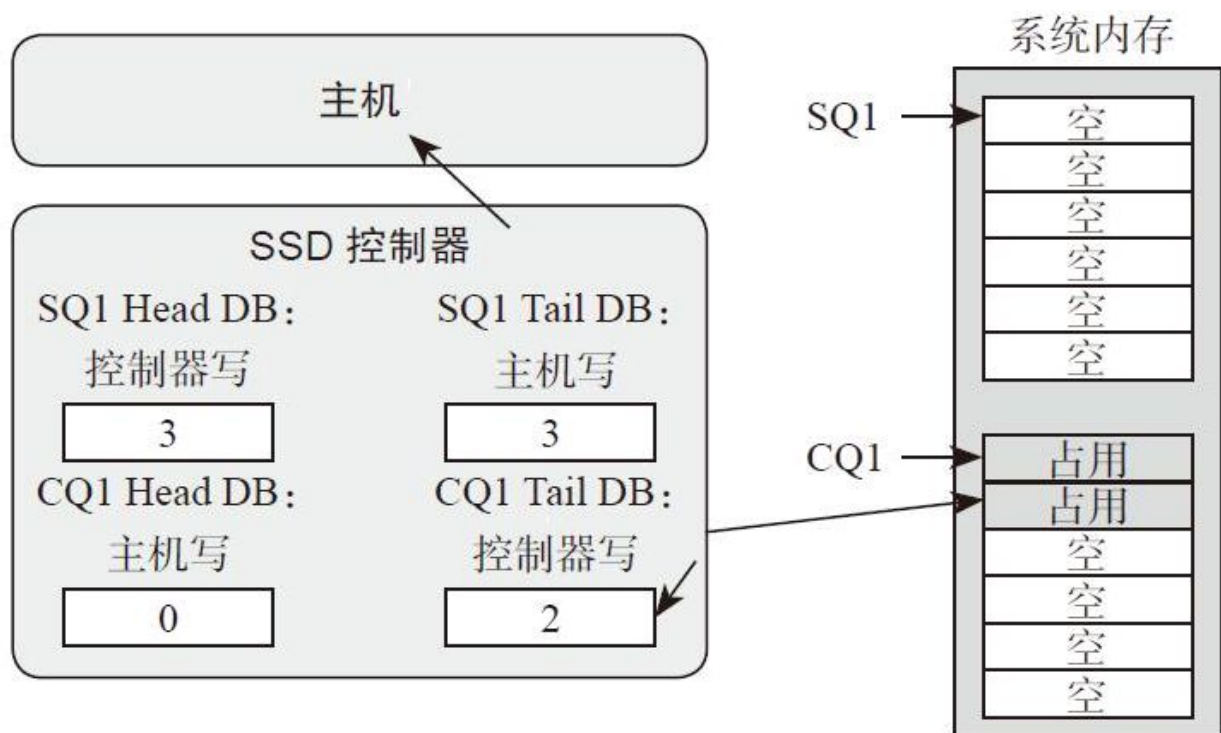

图6-17 SSD完成两个命令后写CQ
- 4) SSD执行完了两个命令，于是往CQ1中写入两个命令完成信息，更新CQ1对应的Tail DB寄存器，值为2。同时发消息给主机：有命令完成，请注意查看，如图6-17所示。